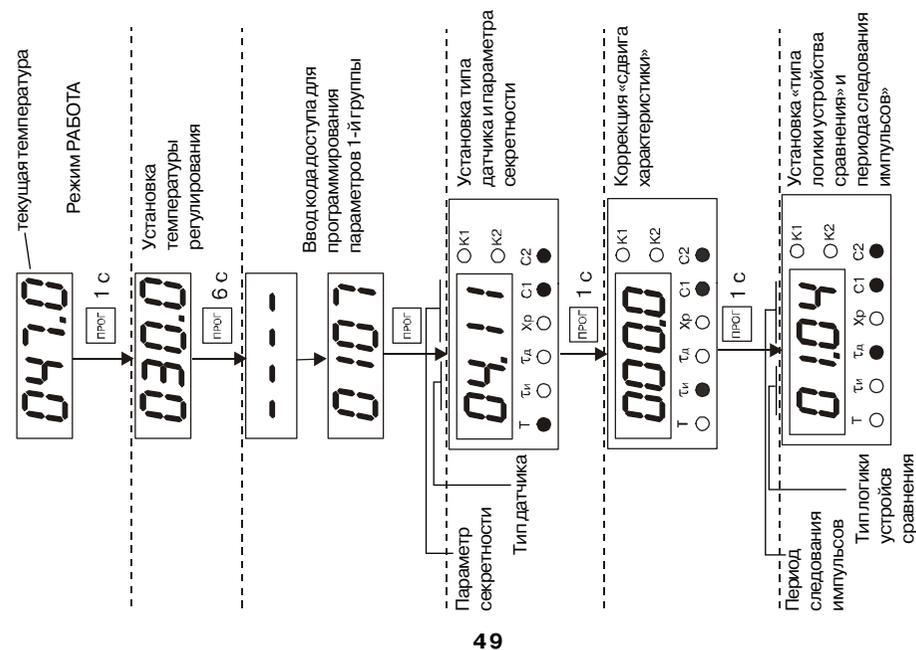

Рис. 20
Находясь в режиме РАБОТА нажать кнопку  $\square_{\text{ПРОГ}}$  и удерживать ее в течение 1 с, в результате чего попадаем в режим задания уставки регулятора (рис. 20 и 21).
6.3.3.1.1. Ввести **код доступа 0107** кнопками  и  (анал. п. 6.3.2.2), рис. 20.